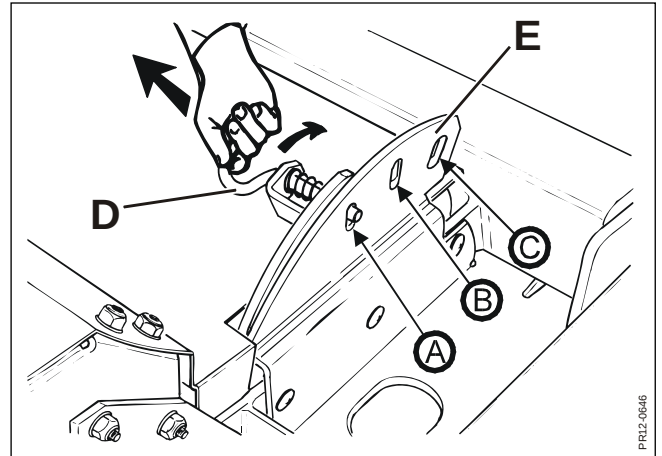

Fig. 3-23
Fig. 3-23 Justeringen sker med handtaget **D**, som kan placeras i 3 positioner på konsolen **E**. Crimperplåtens avstånd till rotorn ändras genom att flytta handtaget **D** till ett av de andra hålen i konsolen **E**. Om handtaget placeras i pos. (A), är avståndet mellan crimperplåten och crimperfingrarna litet, i pos. (B) är avståndet medelstort och i pos. (C) är avståndet stort.